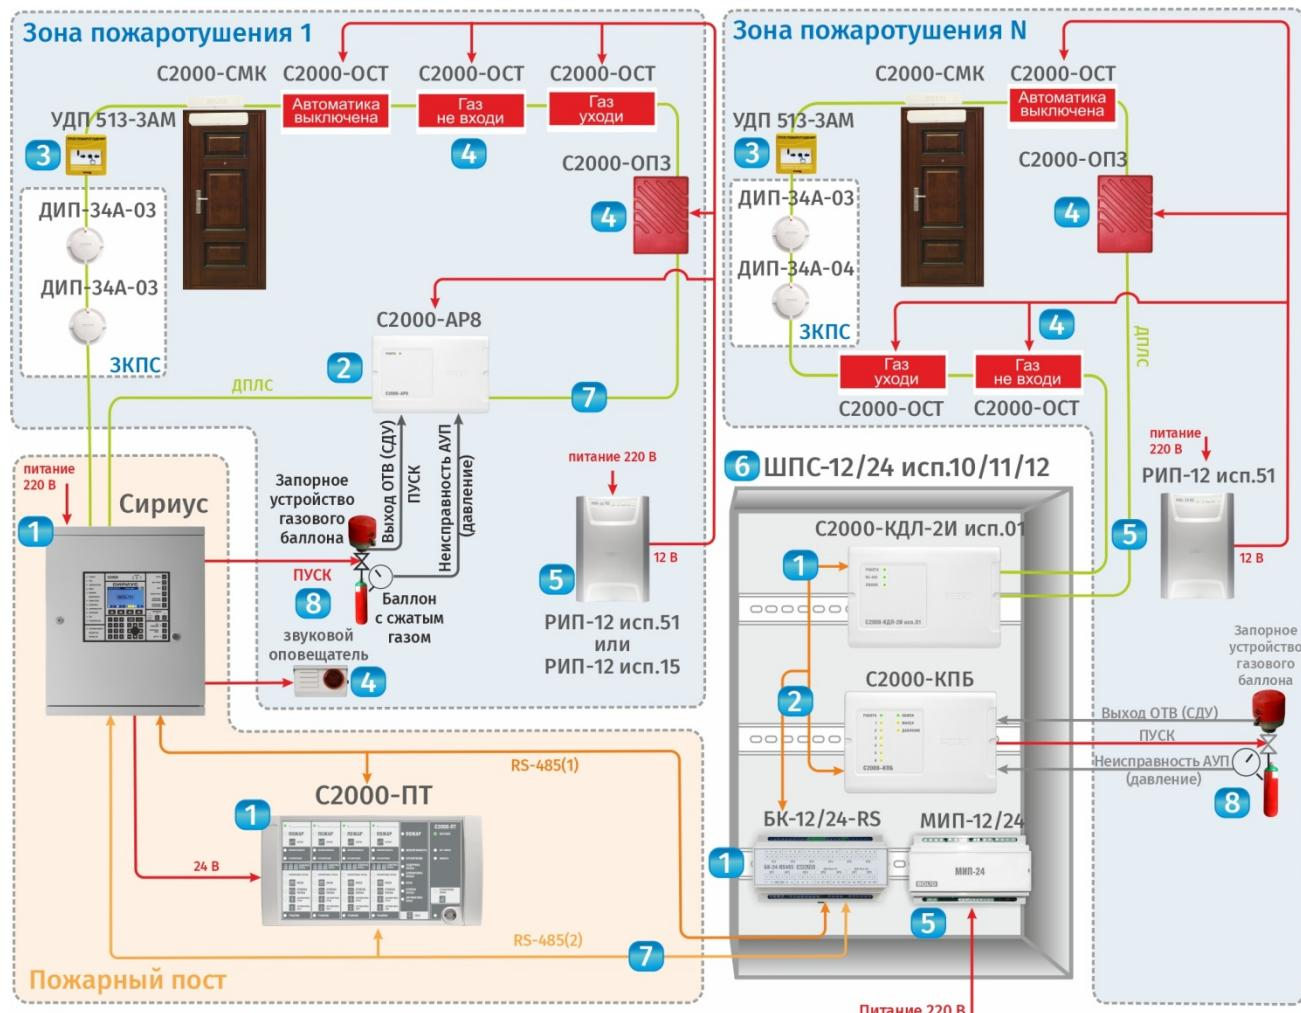

Рис. 1. Структурная схема АУП
Структурные схемы автоматических установок газового пожаротушения (АУГП), порошкового пожаротушения (АУПП), аэрозольного пожаротушения (АУАП), пожаротушения тонкораспыленной водой (АУП-ТРВ) в ИСО «Орион» представлены на рис.1 - 3.
1. Приборы управления, включая вспомогательные функциональные модули (исключая устройства ввода-вывода): поз.1 на рис.1 - 3.
2. Устройства ввода-вывода: поз.2 на рис.1 - 3.
3. Устройства дистанционного пуска: поз.3 на рис.1 - 3.
4. Светозвуковые оповещатели и табло: поз.4 на рис.1 - 3.
5. Источники питания: поз.5 на рис.1 - 3.
6. Вспомогательные конструктивные модули: поз.6 на рис.1 - 3.
7. Линии связи: поз.7 на рис.1 - 3.
8. Технологическое оборудование АУП (модули с ОТВ, манометры и др.): поз.8 на рис.1 - 3.